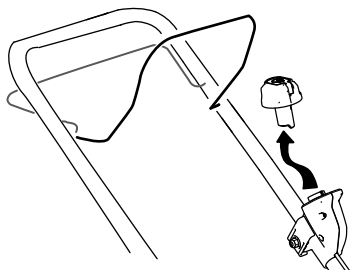

Figura 16
1. Rimuovete il pulsante di avviamento elettrico (Figura 16).